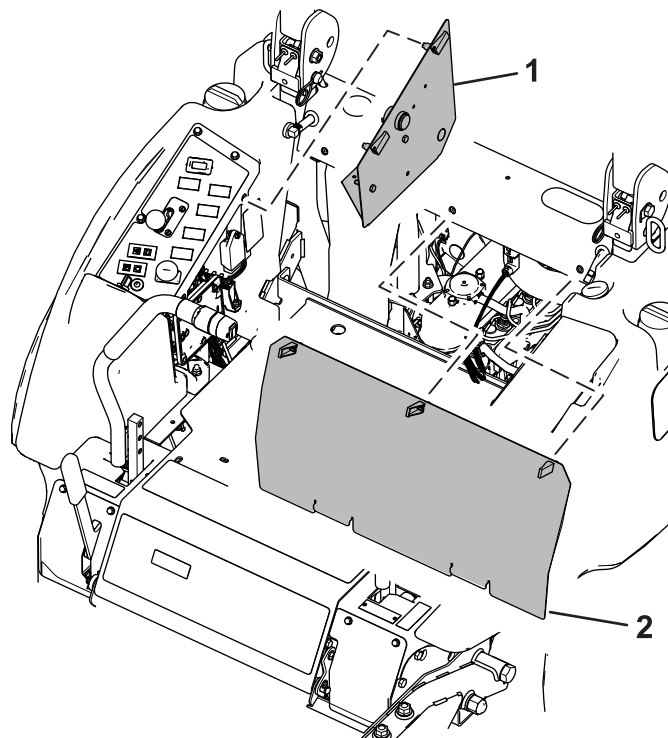

図 5
10. 座席後ろとコンソール側面のアクセスパネルを外す (図 5)。